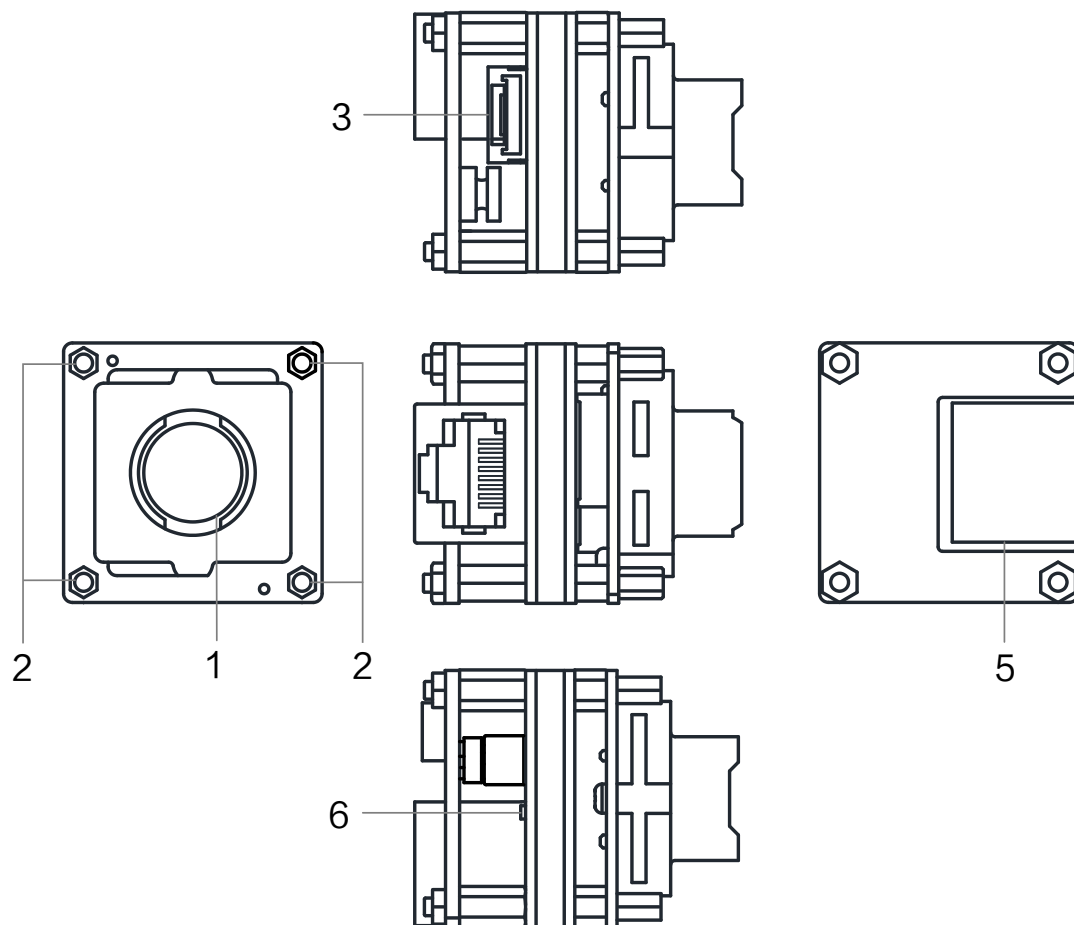

图4-4 M12 口镜头座，RJ45 网口相机外观
- 图 4-4 为 M12 口镜头座，RJ45 网口结构的相机外观。